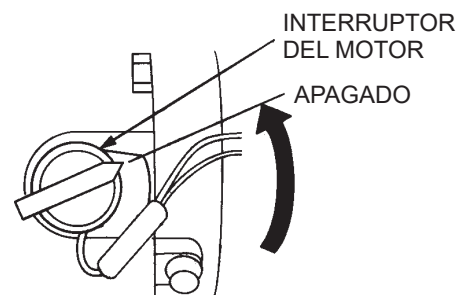

Figura 17. Interruptor de encendido y apagado del motor (apagado)
2. Cuando el motor se enfríe, gire el interruptor de **encendido y apagado** a la posición de **apagado** (consulte la Figura 17).